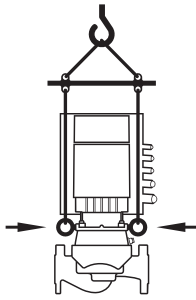

Fig. 8: Transport de la pompe
- La pompe doit être transportée à l'aide d'accessoires de levage homologués (p. ex. palan, grue, etc.). Ceux-ci doivent être fixés sur les œillets de transport présents sur la bride de moteur (Fig. 8, représenté ici : Direction de levage avec arbre de moteur vertical).